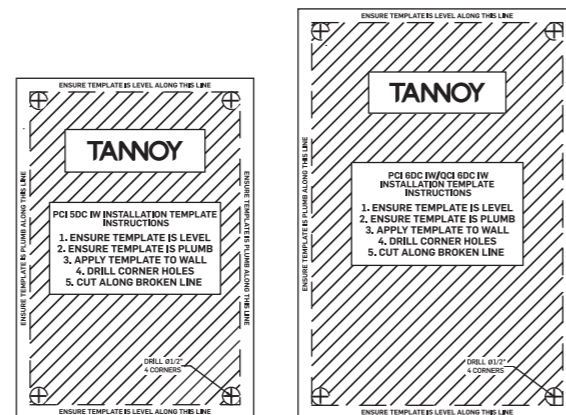
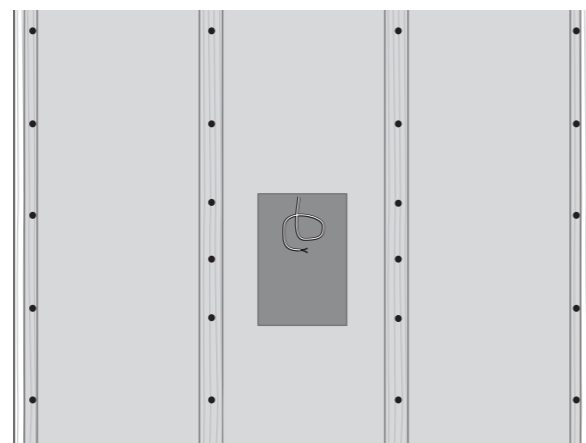

Fig. 1. Cutout Templates
Fig. 2. Drywall Cutout centered between Wall Studs
2. Utilisez les gabarits de découpe fournis (Fig. 1) à l'emplacement souhaité et découpez soigneusement un trou dans la cloison sèche à l'aide d'un outil manuel approprié. Retirez la poussière et les débris du trou (Fig. 2)..